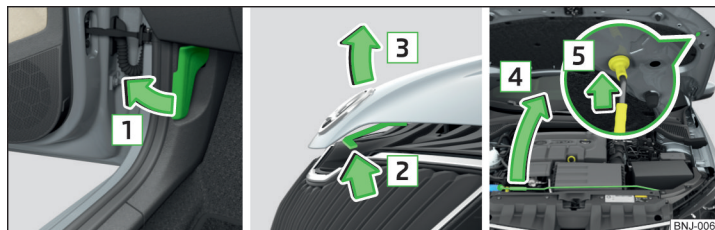

Abb. 262 Motorraumklappe öffnen
- Die Vordertür öffnen und am Entriegelungshebel unterhalb der Schalttafel in Pfeilrichtung **1** ziehen » Abb. 262.